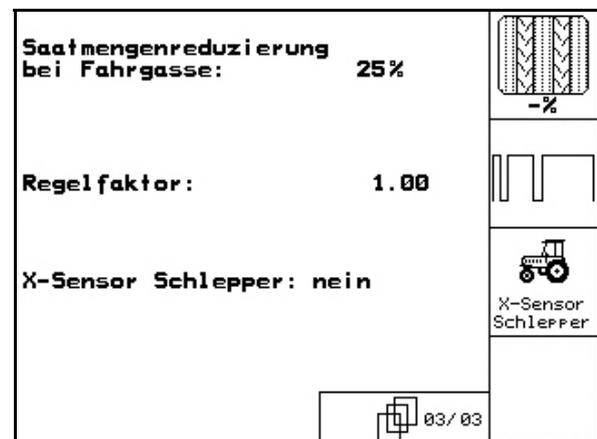

Fig. 19
**Page très** 03/04 (Fig. 19)
2. Repérez le début et la fin du parcours (Fig. 19).